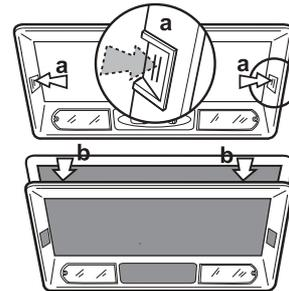

Fig. 2
- Retirez la grille de support du filtre à graisses (Fig. 2) ou le filtre à graisses pour accéder au logement des ampoules (Fig. 1). Sur certains modèles, il suffit de dégager le plafonnier avec un tournevis plat (A - Fig. 1).
- Retirez les grilles d'aspiration ou les filtres à graisses (Fig. 1) ou le cadre (Fig. 2).